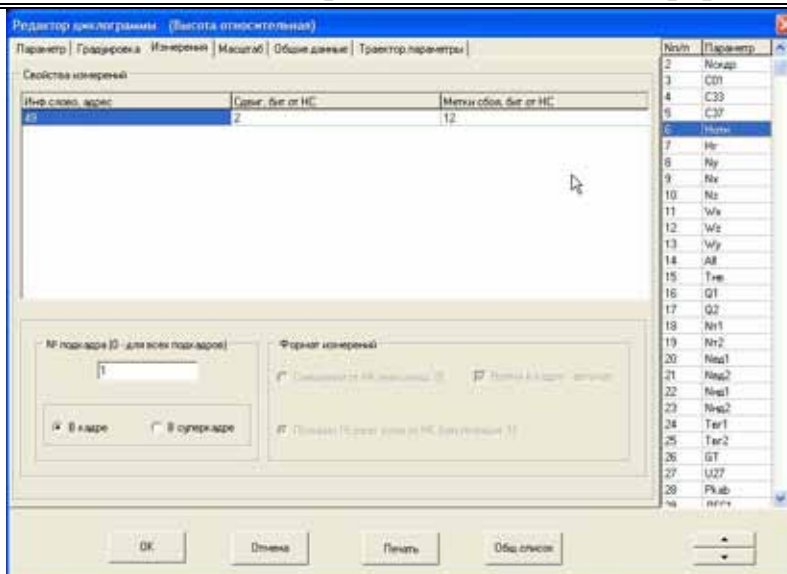
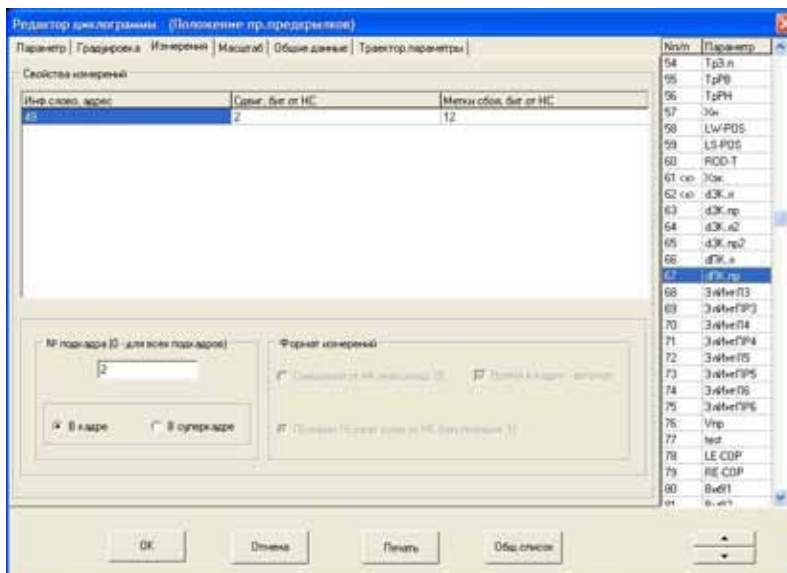

Рисунок 9.15
Рисунок 9.16
Некоторые системы регистрации (например, БУР-3) предусматривают регистрацию отдельных параметров не в каждом подкадре. В таких случаях указывается номер подкадра, где регистрируется данный параметр. Если параметр регистрируется в каждом подкадре значение данного поля равно 0. Дополнительно необходимо указать, к порядковому номеру в кадре или в суперкадре относится введенное число. Примером может служить регистрация относительной высоты и положения правых предкрылков на самолете Ан-74 по одному адресу (49), но в разных подкадрах (Рисунок 9.15 и Рисунок 9.16). Если выбранный регистратор не требует введения номера подкадра, данное поле становится недоступным для ввода.